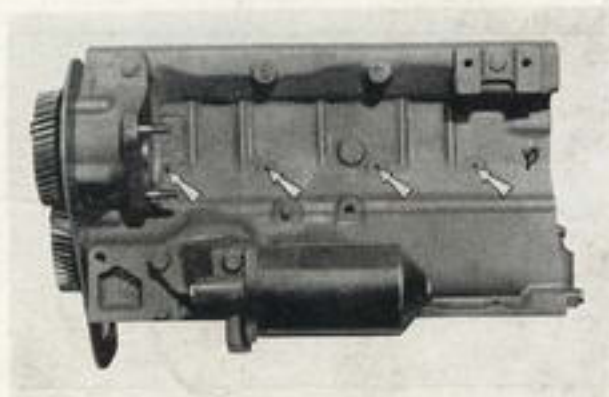

Fig. 7
- S'assurer que les gorges des joints toriques dans le bloc-moteur sont propres et que la canalisation d'écoulement d'eau vers l'extérieur du bloc (fig 7) n'est pas obstruée, s'assurer également que le lamage du plan de joint de culasse est propre.